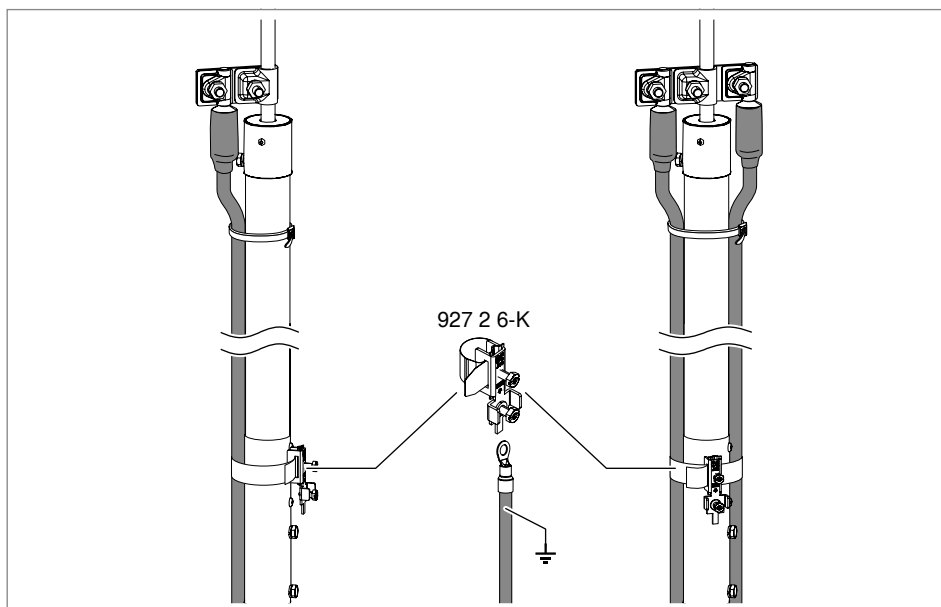

**Abb. 49:** Potentialanschluss über Kabelschuh mit Fangmast verbinden
1. Die untere Schraube wie in Abb. 49 gezeigt lösen.